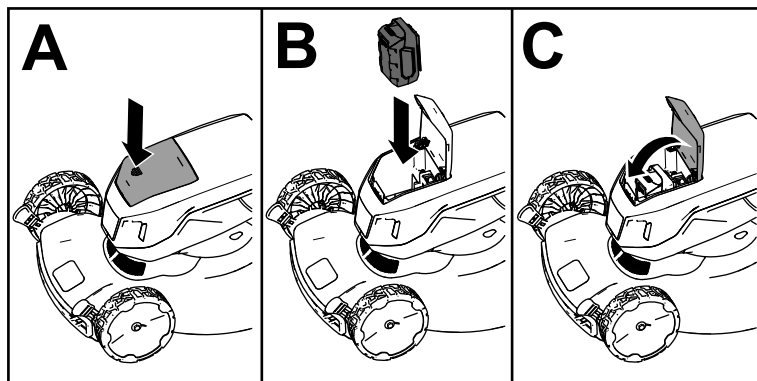

Figure 8
2. Appuyez sur le couvercle du compartiment de la batterie pour l'ouvrir (A de Figure 8).
3. Alignez le creux dans la batterie et la languette sur la machine, et glissez la batterie dans le compartiment jusqu'à ce qu'elle s'enclenche en position (B de la Figure 8).
4. Appuyez sur le couvercle du compartiment de la batterie jusqu'à ce qu'il s'enclenche en place (C de Figure 8).